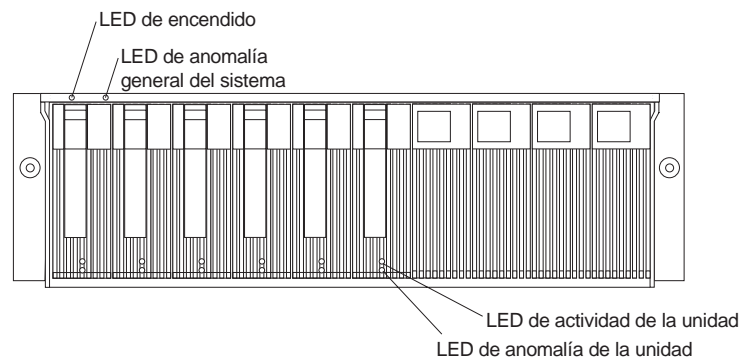

Figura 6. Led del servidor de almacenamiento (parte delantera)
- Figura 6 en la página 31
Cada CRU de unidad tiene dos LED, que indican el estado de la unidad correspondiente. Si desea obtener información sobre los estados de funcionamiento, así como descripciones de los LED de unidad, consulte Figura 6 en la página 31 y Tabla 3 en la página 31.